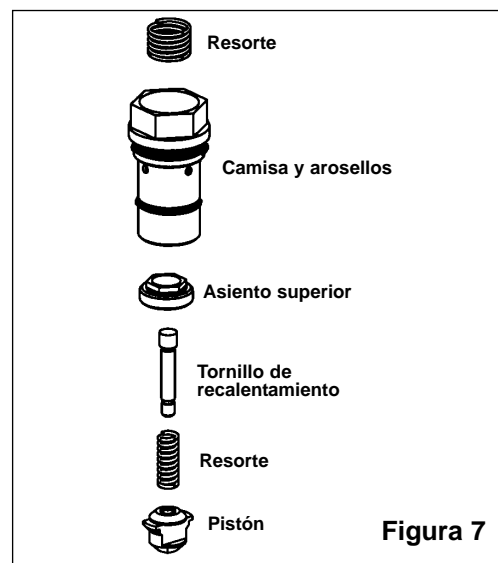

Figura 7
- desarme los componentes del pistón como se muestra en la Figura 7 (utilice la llave de cubo de 1/2 de pulg. de alcance extendido para sacar el asiento superior)